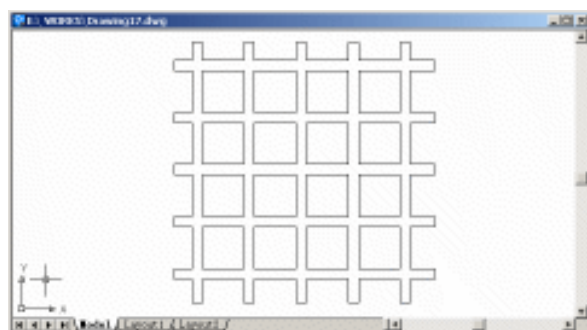

图 17.8 修剪多余的线段
(5) 用 TRIM 命令修剪多余的线段, 如图 17.8 所示。